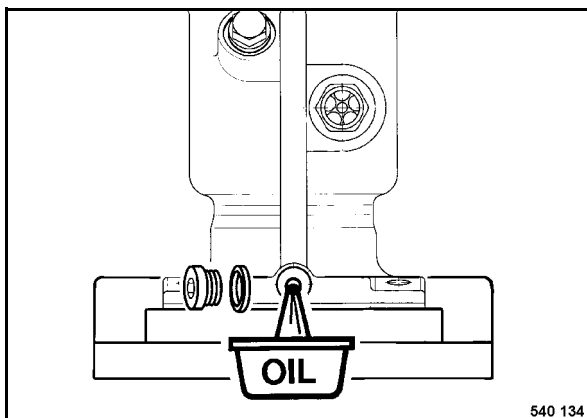

рис. 51
- Очистить и вывинтить резьбовую пробку маслосливного отверстия (рис. 51), слить и уловить отработанное масло.